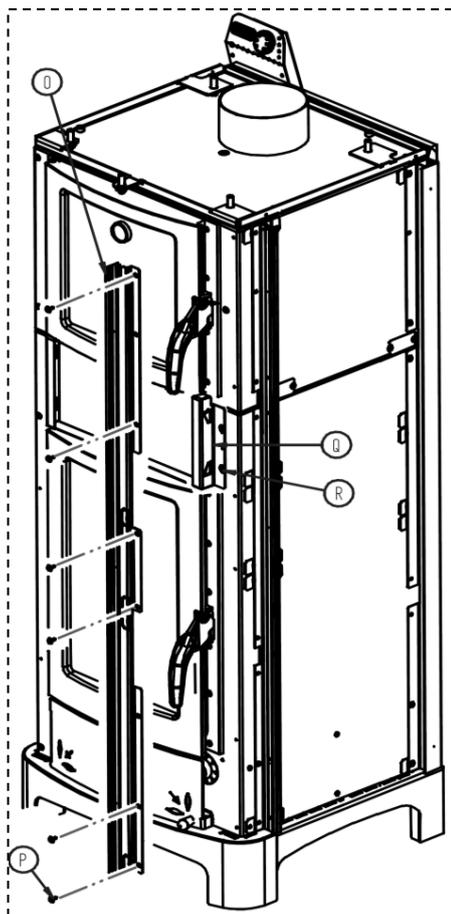

FIGURA 2
- 4) Desenrosque los tornillos **P** y quite los soportes de las cerámicas **O** (figura 2).
- 5) Desenrosque los 4 tornillos **R** y quite el soporte **Q** (figura 2).
- Limpie las superficies internas del recorrido de los humos y del haz de tubos. Para hacerlo, abra la puerta de carga, quite la rasilla de vermiculita (figura 1) y abra el tapón S que, en el modelo ARDHEA-F EVO5, se encuentra en la parte trasera (figura 2), mientras que en el modelo ARDHEA EVO5 se encuentra debajo de la tapa de hierro fundido (figura 3).